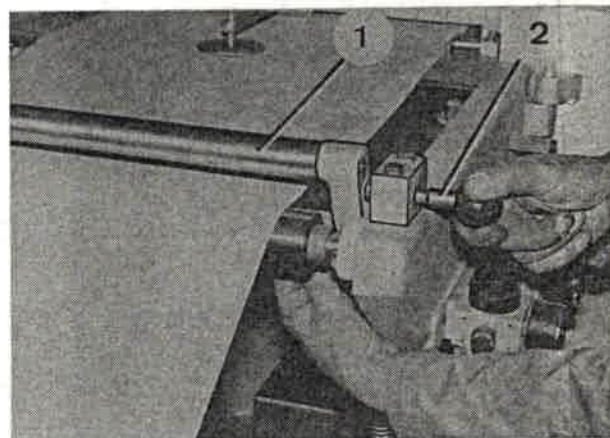

Bild 166
15. Pendel (Bild 166/1) anheben, Indexbolzen (Bild 166/2) herausziehen und Pendel langsam ablassen.